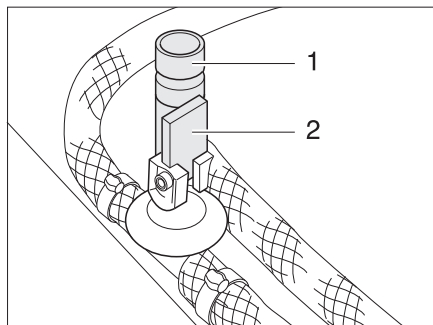

Fig. 127 Robinets de vidange pour chauffe-eau Truma
- Fermer tous les robinets de vidange pour chauffe-eau. Pour cela, mettre le levier à bascule (Fig. 127,2) à l'horizontale et faire tourner le capuchon (Fig. 127,1) dans le sens des aiguilles d'une montre.
- Ouvrir tous les robinets de vidange pour chauffe-eau. Pour ce faire, placer le levier à bascule (Fig. 127,2) à la verticale et faire tourner le capuchon (Fig. 127,1) dans le sens inverse des aiguilles d'une montre.